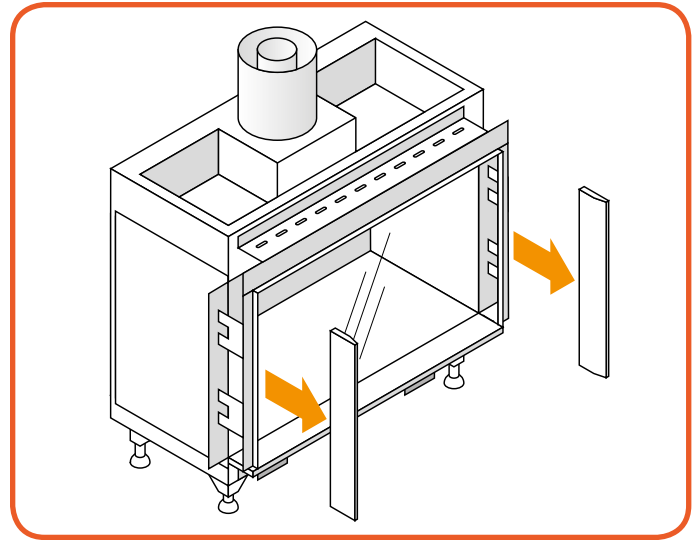

Figura 10.5 - Applicazione della ventosa
- Applicare la ventosa sul vetro e assicurarsi che sia abbastanza sottovuoto da non staccarsi (Figura 10.5).